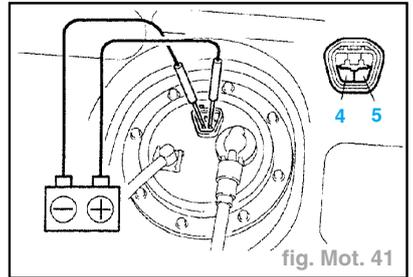

fig. Mot. 41
- Si aucun appareil d'essai portatif n'est disponible, raccorder le câble positif (+) de la batterie à la borne 4 du connecteur, et le câble négatif (-) à la borne 5 (fig. Mot. 41).